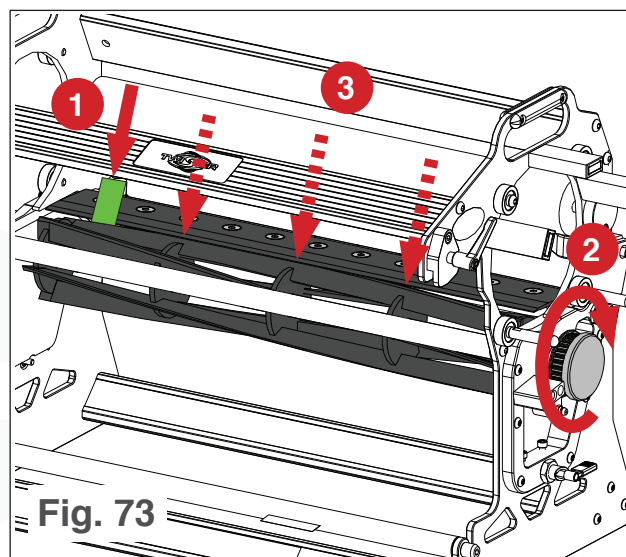

Fig. 73
- a. Inserte un trozo de papel entre la cuchilla helicoidal y la navaja fija, gire manualmente la polea de la cuchilla helicoidal para asegurarse de que la cuchilla helicoidal corte el papel como un par de tijeras (ver Fig. 73).
- b. Repita el paso a en varios puntos a lo largo de la navaja fija (consulte la Fig. 73). Si la hoja helicoidal no corta el papel, es necesario ajustar la navaja fija (consulte **Ajustes de la navaja fija** en la página 50).